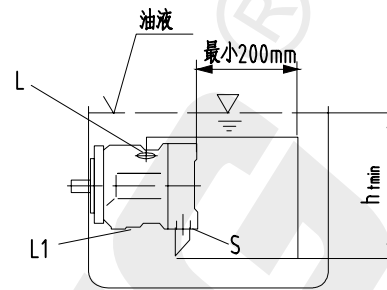

图3
a) 如最低油液面高于泵的上界面: 堵住“L1”, 打开“L”和“S”, 将吸油管与吸油口 S 相连, “L”的布管应距离吸油管至少 200mm。(参见图 3)